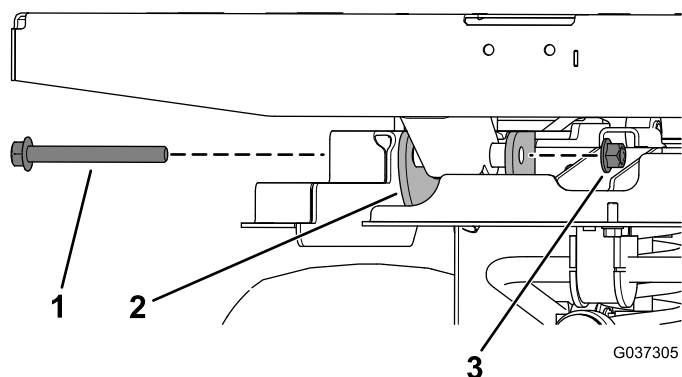

Figura 6
- Montate le 2 viti a testa flangiata (1/2" x 4-1/2") attraverso la staffa orientabile e fissatele con i 2 dadi di bloccaggio (1/2") come illustrato nella Figura 6.